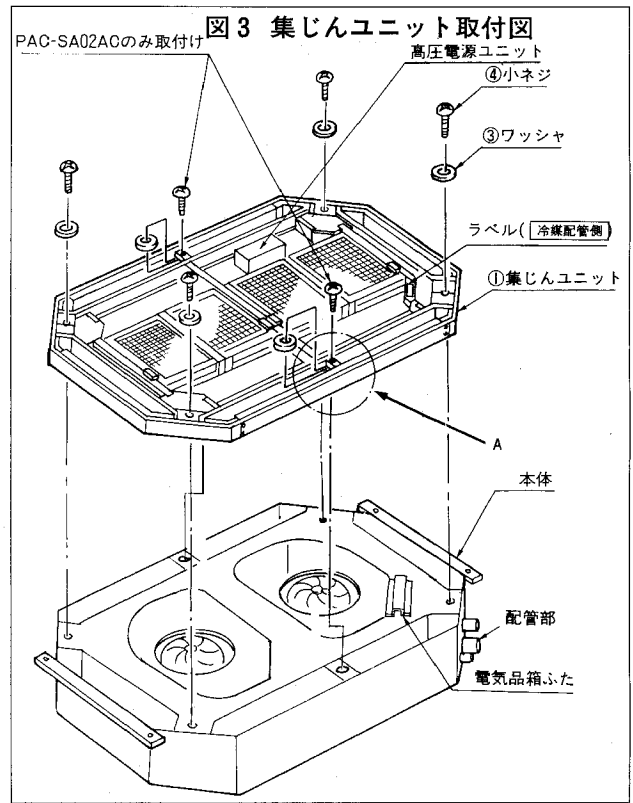

図3 集じんユニット取付図
(1)集じんユニット①を本体にワッシャ③を介し小ネジ④(4×12)にて図3のように固定してください。